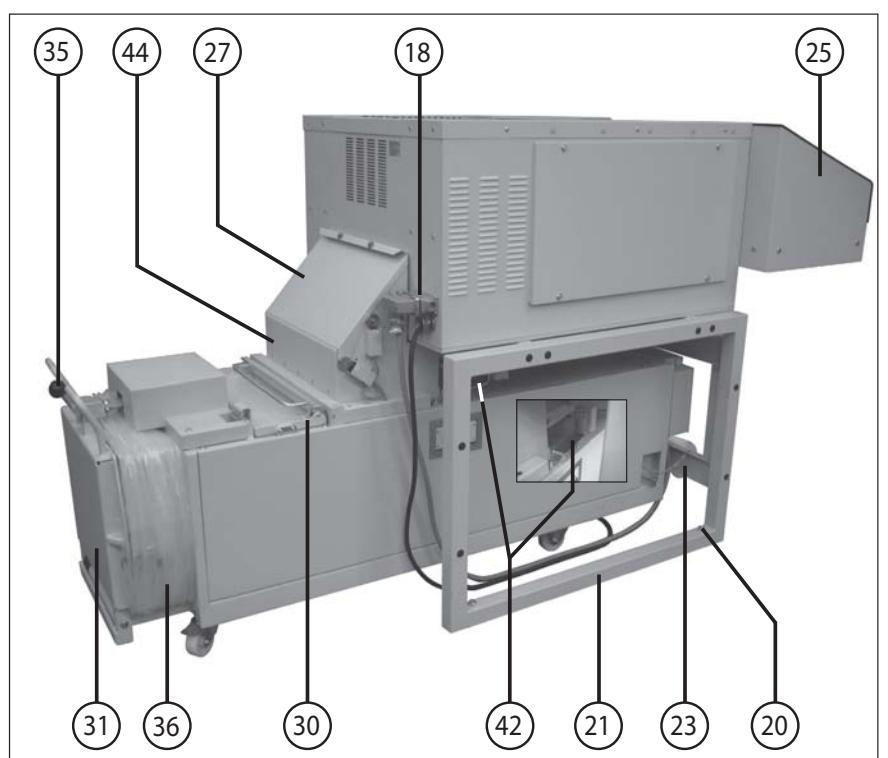

Fig. 2
- 18 = Tomada de corrente (fig. 2)
- 20 = Parafuso de compensação (fig. 2)
- 27 = Tampa (fig. 2 e 5)
- 30 = Válvula de enchimento (fig. 2)
- 31 = Válvula de extração (fig. 2)
- 35 = Alavanca de fecho (fig. 2)
- 36 = Quadro do saco (fig. 2 e 14)
- 42 = Ângulo de fixação (fig. 2)